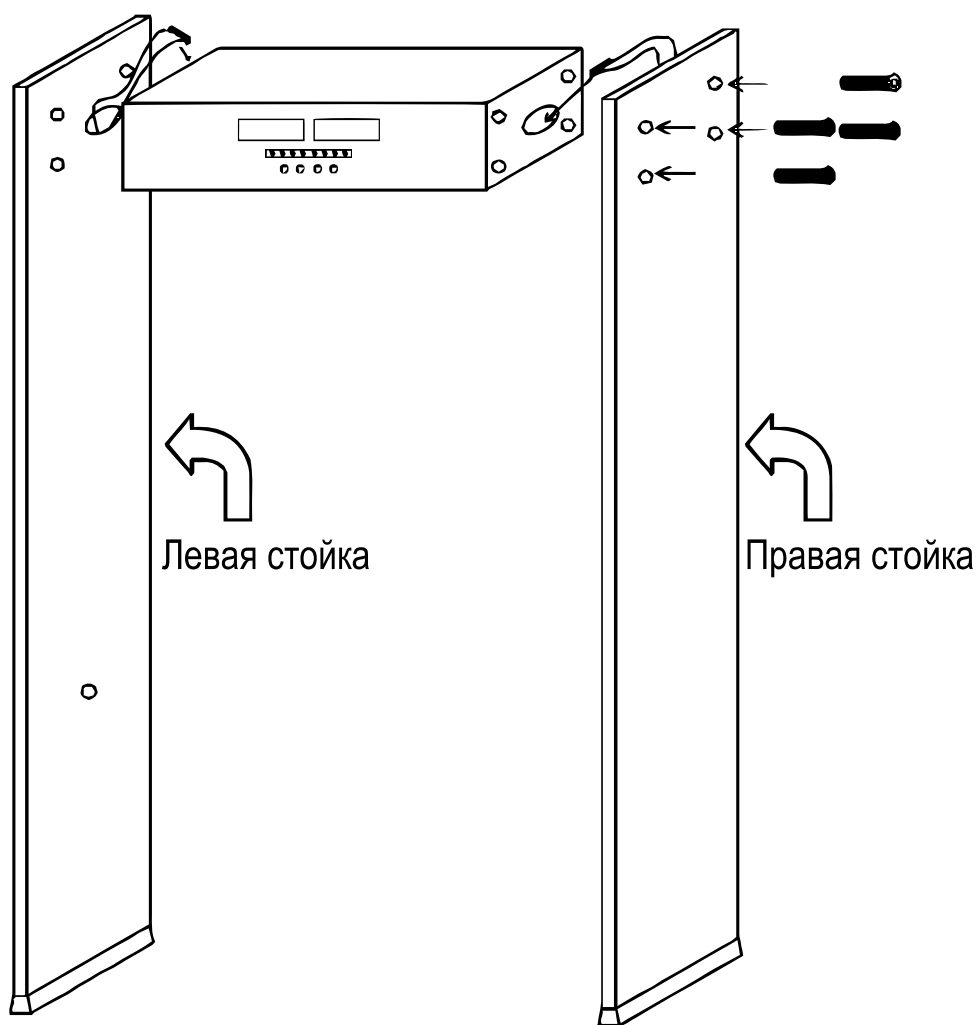

Рис. 6.1. Сборка металлодетектора
2. Расположите компоненты металлодетектора относительно друг друга, как показано на Рис. 6.1.